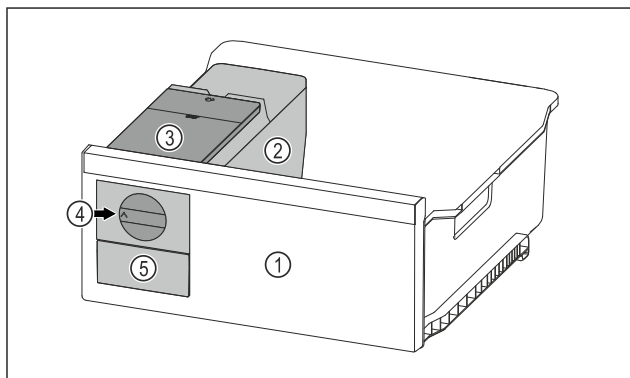

Fig. 127 Voorbeeld
- Draaiknop Fig. 127 (4) rechtsonder tot aan de aanslag draaien.
- Ijsblokjes vallen uit de ijsblokjes-schaal in de ijsblokjeslade Fig. 127 (5).